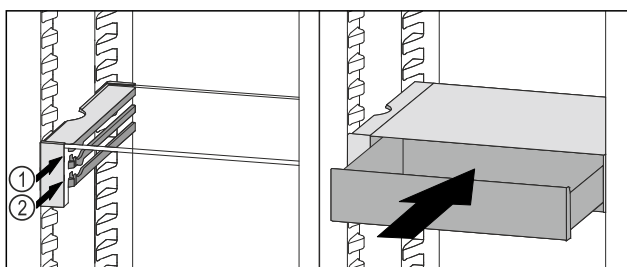

Fig. 63
- Predal VarioSafe namestite za zaustavljalnimi elementi na željeni nastavek Fig. 63 (1) ali Fig. 63 (2).